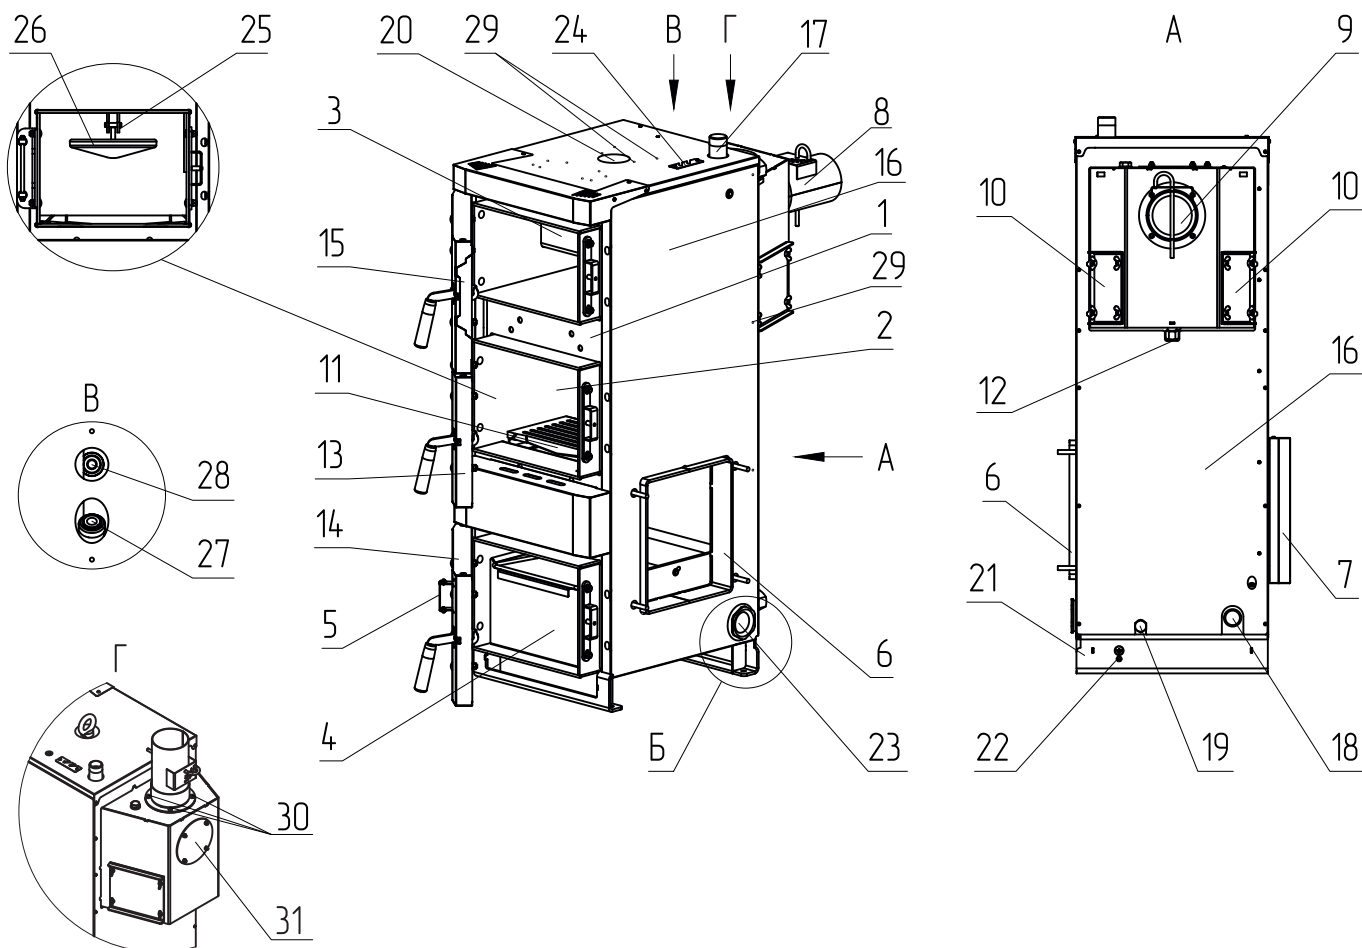

Рис.2 Конструкция теплообменника котла ZOTA Cuba
- Блоки ТЭН могут быть установлены вместо заглушки в нижней части котла (**Рис.2, поз.23**);
- Датчик температуры пульта ПУ ЭВТ - И1 необходимо установить в гильзу (**Рис.2, поз.24**).